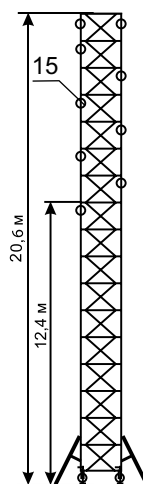

рис. 8
Установив при помощи комплекта крепежа колес (13) регулируемые опоры (16), вышку можно использовать для работы на лестничных маршах (рис. 8). Для дополнительной устойчивости вышки, используйте съемные винтовые опоры (14).
- При высоте вышки более 12 м ее необходимо крепить к стене анкерами (см. схему крепления рис. 8)
- Собрать необходимое количество секций в зависимости от требуемой высоты. (не более 20,6 м). При высоте вышки более 12 м ее необходимо крепить к стене анкерными креплениями (15) (см. схему крепления рис. 8)